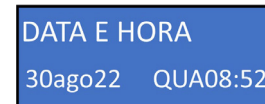

Figura 23
2. Para ajustar la fecha y hora del Generador de **EASYCLOR PRO**, el usuario debe navegar por el menú principal utilizando los botones “arriba” o “abajo” hasta encontrar la función “FECHA Y HORARIO” (figura 23).